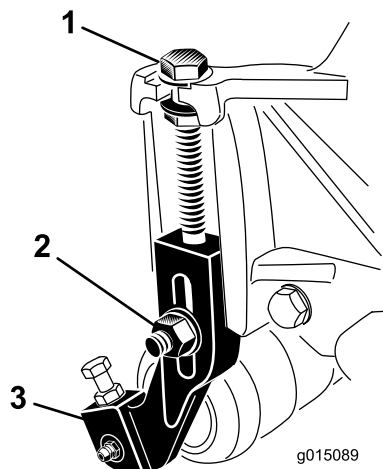

Figura 16
1. Afloje las contratuercas que sujetan los soportes de ajuste de la altura de corte a las chapas laterales de la unidad de corte (Figura 16).